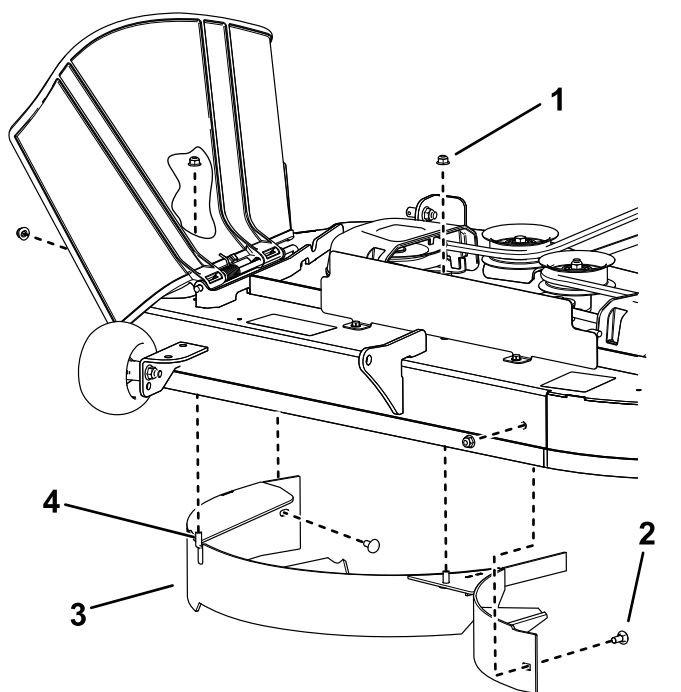

Figura 12
4. Remova as duas porcas de bloqueio (5/16 pol.) dos postes soldados do abafador (Figura 12).
5. Remova os dois parafusos de carroçaria e duas porcas de bloqueio que prendem o abafador à plataforma e remova o abafador (Figura 12).
6. Localize os dois parafusos nas peças soltas e utilize as porcas de bloqueio existentes para instalar estas fixações nos orifícios usados para os postes soldados (Figura 12) para evitar que os detritos sejam projetados.